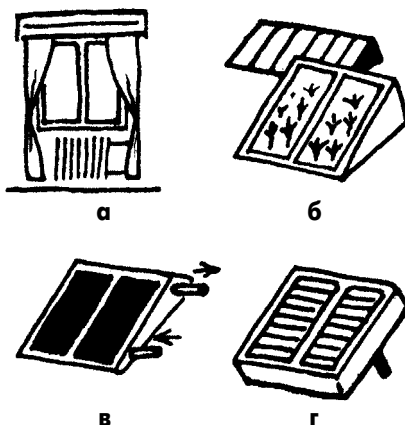

рис.6
**Дополнительная рама - "четыре в одном".** Дополнительную раму устанавливают на окна в зимнее время (рис.6,а), которая может весной служить в качестве теплицы для рассады (рис.6,б), летом - греть воду [9] (рис.6,в), а осенью - сушить фрукты и грибы [10] (рис.6,г). Для такой рамы не жаль приобрести дорогие "стекла-экономы".